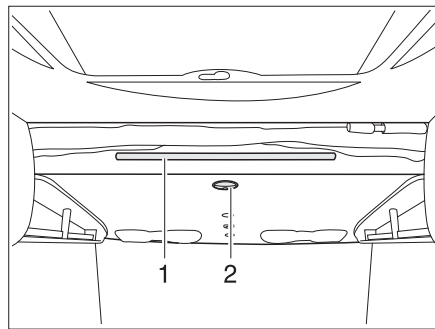

Fig. 93 Lit escamotable électrique
- Tourner la poignée (Fig. 93,2) à la face inférieure du lit escamotable.
- L'échelle de montée doit être accrochée par les deux étriers à la tige de retenue (Fig. 93,1) se trouvant sur le lit escamotable.